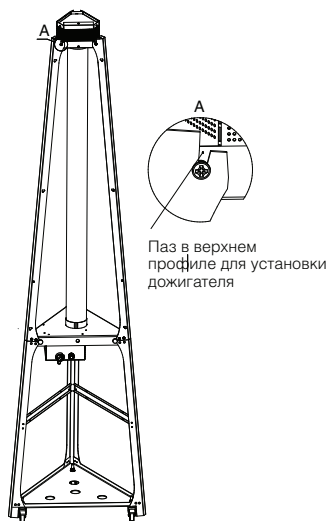

Рис. 3 – Установка колбы и дожигаеля
- Извлеките из коробки колбу и аккуратно вставьте колбу, сверху установите на профили дожигатель (рис.3), фиксируя колбу, затяните винты;